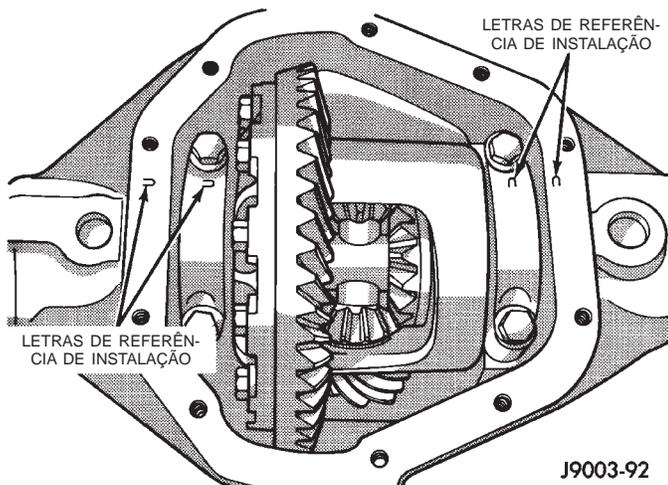

Fig. 17 Identificação da Tampa do Rolamento
- (1) Eleve e apóie o veículo.
- (2) Remova o bujão do orifício de abastecimento do lubrificante da cobertura do alojamento do diferencial.
- (3) Remova a cobertura do alojamento diferencial e permita que o fluido drene.
- (4) Remova os semi-eixos.
- (5) Observe que as letras de referência de instalação estampadas nas capas do rolamento e na superfície de vedação usinada do alojamento (Fig. 17).